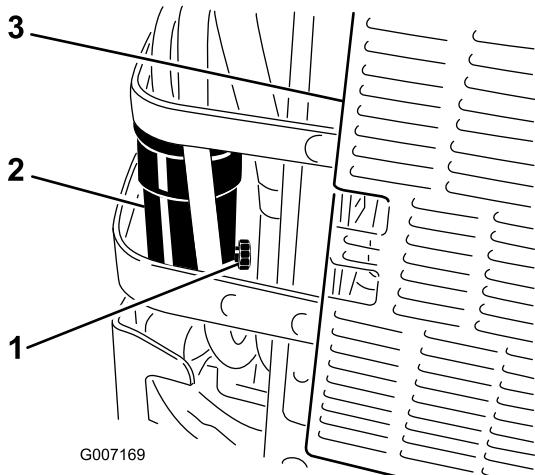

Figura 41
6. Aprite di circa un giro la valvola di spurgo sul separatore di condensa per permettere lo spurgo dell'acqua e di altre sostanze contaminanti (Figura 41).
7. Chiudete la valvola di spurgo quando inizia a fuoriuscire solamente gasolio (Figura 41).